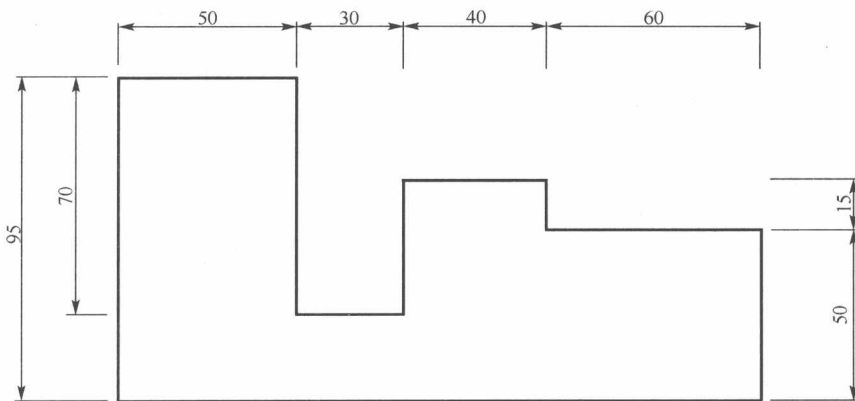
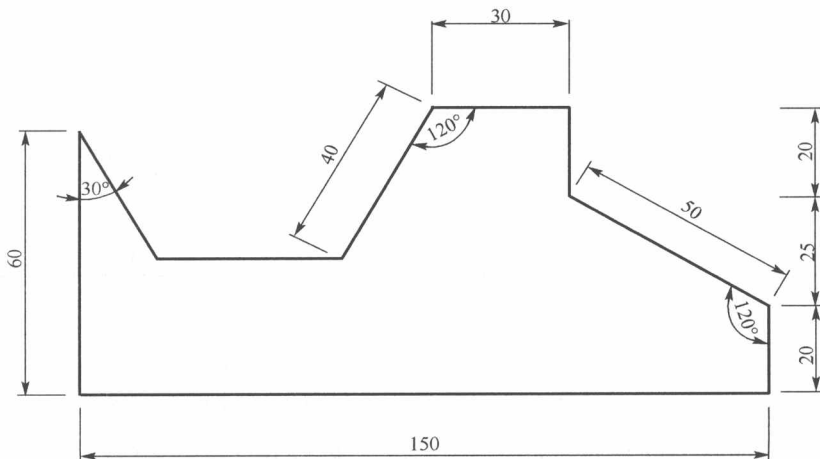

图 1-9 练习 1 (1)
图 1-10 练习 1 (2)
(1) 利用相对直角坐标或相对极坐标绘制如图 1-9、图 1-10 所示图形。